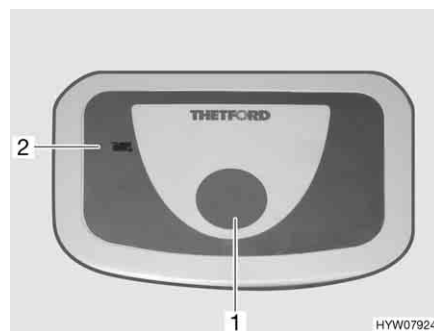

Fig. 86 Pulsante dello sciacquone/spia di controllo toilette Thetford
- Per sciacquare premere il pulsante blu (Fig. 86,1).
La spia di controllo (Fig. 86,2) si accende quando il serbatoio fecale deve essere svuotato.